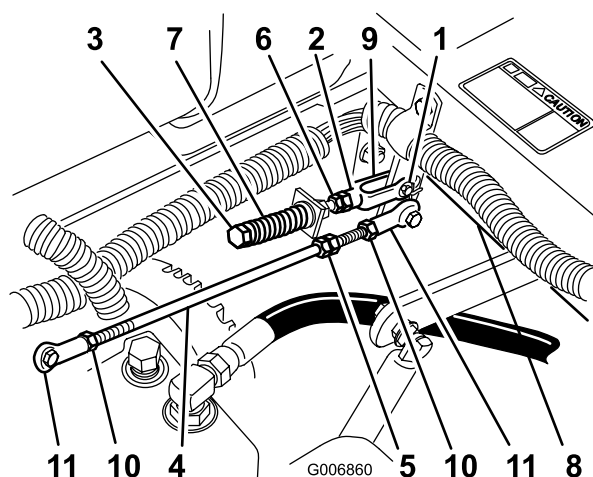

Figure 57
8. Si un réglage s'impose, desserrez l'écrou et l'écrou de blocage vissés contre la chape (Figure 57).
9. Appliquez une légère pression à l'arrière du levier, et tournez la tête du boulon de réglage dans le sens voulu pour centrer le levier à la position de verrouillage du point mort (Figure 57).
10. Serrez l'écrou et l'écrou de blocage (Figure 57).